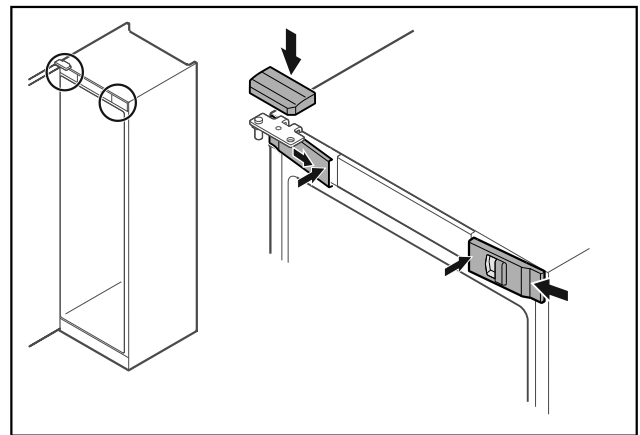

Fig. 46 *
- ▶ Vordere Abdeckungen Fig. 46 (1) seitlich einhaken und innen aufrasten.*
- ▶ Obere Abdeckung Fig. 46 (2) von oben aufrasten.*